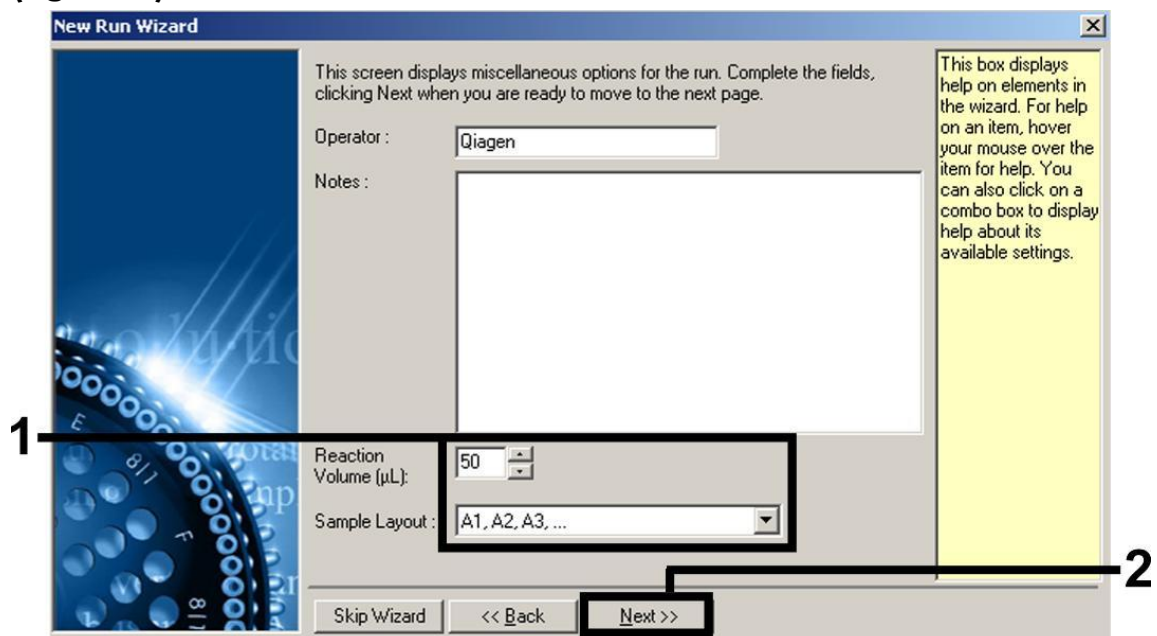

Figura 2. Definição dos parâmetros de ensaio gerais.
7. Selecionar 50 para o volume de reação da PCR e clicar em “Next” (figura 2).